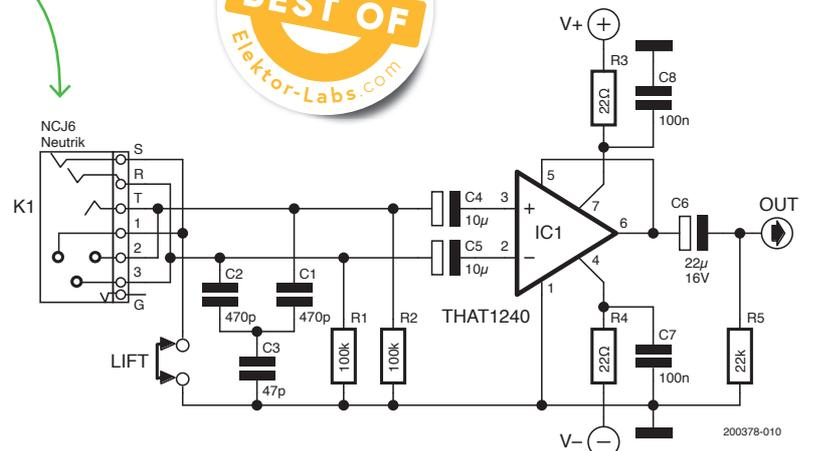

Bild 1. Der '1240 wurde speziell für diese Art von Audioanwendung entwickelt.
Das Schaltbild des Wandlers ist in **Bild 1** dargestellt. Das Signal wird in den Hybridstecker auf der linken Seite entweder als Viertelzoll-TRS-Klinke oder als XLR eingeführt. Pin 1 und die Gehäuse (S) können im Falle eines Massekonflikts durch Entfernen einer Lasche getrennt werden. Optional kann ein Ground-Lift-Schalter an seine Stelle treten. C1, C2 und C3 bilden ein RFI-Filter, R1 und R2 sind Pull-Down-Widerstände. C4, C5 sind Eingangskoppelkondensatoren, die alle Gleichstromkomponenten von IC1 fernhalten. Normalerweise befindet sich zwischen dem Eingang eines Operationsverstärkers und dem Koppelkondensator ein Widerstand nach Masse, um die Ladung des Kondensators abzuleiten. Dies ist hier wegen der in IC1 integrierten Widerstände nicht erforderlich.